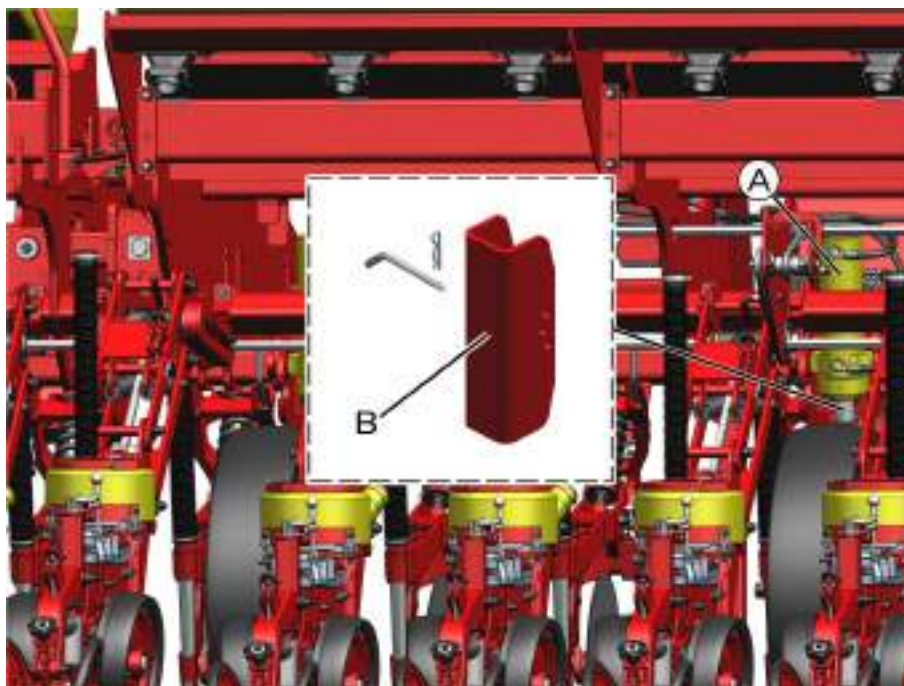

fig. 27
Para desacoplar sua semeadora do trator, acione o comando de levante erguendo totalmente a semeadora. Após, estando todos os rodados erguidos por completo, calce os cilindros hidráulicos (A) de todos os rodados, utilizando o calço de 235 mm (B) (fig. 27).